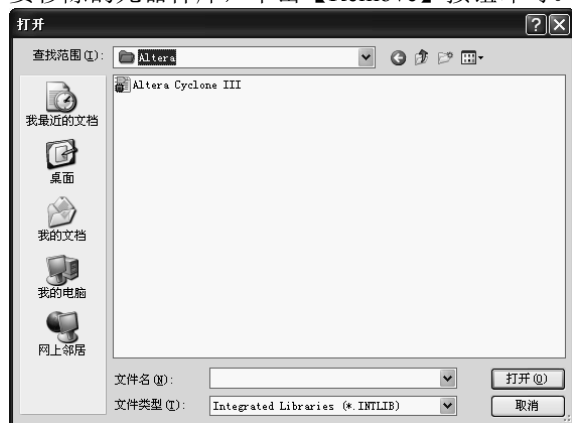
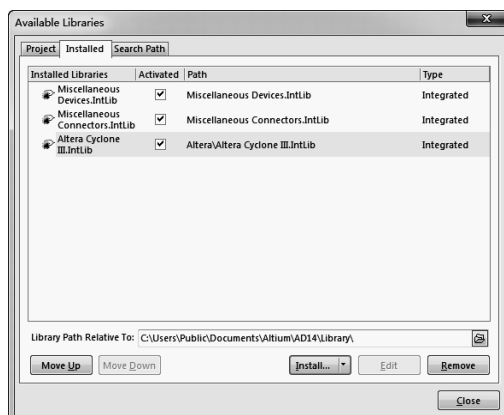

图 2-2-10 Altera 文件夹
图 2-2-11 完成加载后的 Available Libraries 对话框
③ 双击 Altera 文件夹将其打开, 在图 2-2-10 中选择 Altera Cyclone III.IntLib 元器件库后单击【打开】按钮, 返回 Available Libraries 对话框, 此时 Altera Cyclone III.IntLib 元器件库已加入 Installed Libraries 列表中, 如图 2-2-11。
④ 单击【Close】按钮关闭 Available Libraries 对话框, 完成加载。
从原理图中移除已加载元器件库的操作是在图 2-2-11 所示的 Available Libraries 对话框中选中要移除的元器件库，单击【Remove】按钮即可。